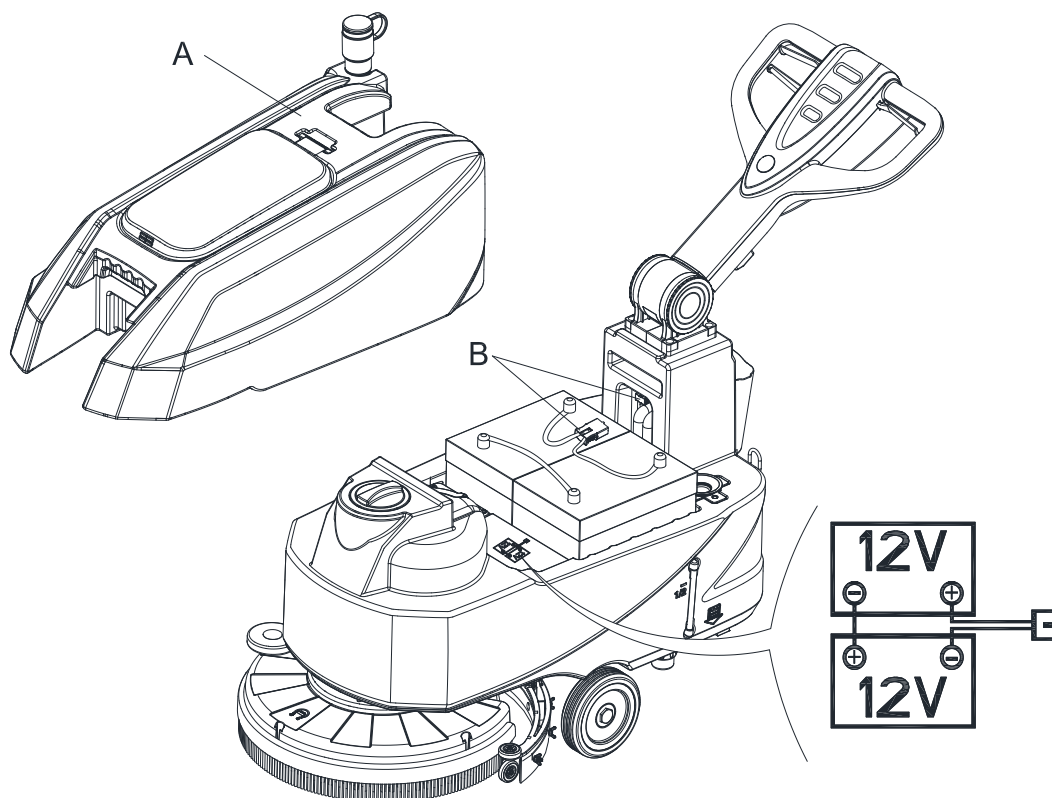

Figure 3
La machine nécessite deux batteries 12 V, connectées conformément au schéma (Figure 3).
1. Vérifiez que les batteries sont connectées à la machine à l'aide du connecteur (B, Figure 3).
5. Enlevez avec précaution le kit du réservoir de récupération (A, Figure 3).
7. Acheminer et installer le câble de la batterie comme indiqué dans la (Figure 3), puis serrer soigneusement l'écrou sur chaque borne de la batterie.
8. Placez le capuchon de protection sur chaque borne, puis branchez le connecteur de batterie (B, Figure 3).
9. Enlevez avec précaution le kit du réservoir de récupération (A, Figure 3).